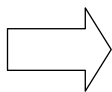

图 3.30.17 草图 6
Step15. 创建图 3.30.17 所示的草图 6。选取基准面 4 作为草图基准面，绘制图 3.30.17 所示的草图 6（一个点）。